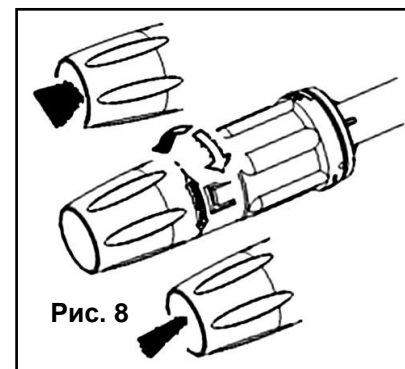

Рис. 8
- Прокрутите форсунку на конце распылителя другой рукой (См. Рис.8).